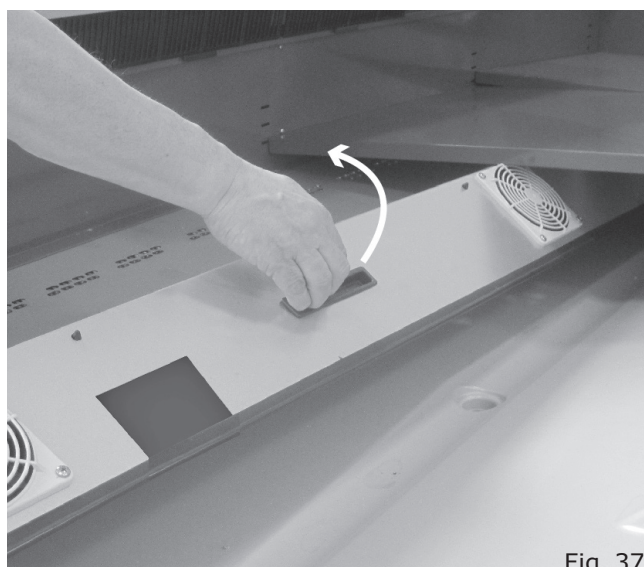

Fig. 37
- Un caisson ventilation orientable vers le haut ("Fig. 37").